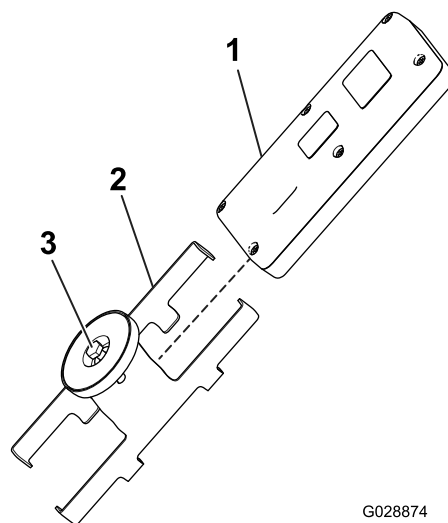

Figura 19
- Montate il telecomando sulla relativa staffa magnetica, fate scorrere le due metà insieme per fissare il telecomando e serrate il bullone nel magnete (Figura 19).